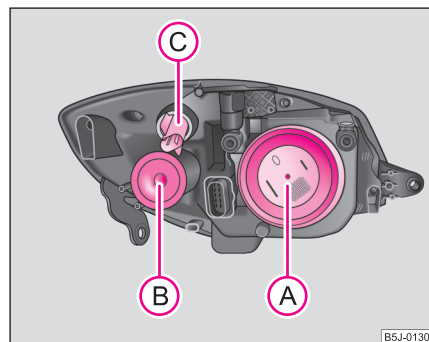

Abb. 171 Scheinwerfer vorn: Einbaulage der Glühlampen
Positionen der Glühlampen im Scheinwerfer vorn ⇒ Seite 254, Abb. 171.
- Nehmen Sie die Schutzkappe ab **A** ⇒ Seite 254, Abb. 171.
- Drehen Sie die Lampenfassung **C** nach links ⇒ Seite 254, Abb. 171 und nehmen Sie die Lampenfassung mit der Glühlampe heraus.
- Nehmen Sie die Schutzkappe ab (B) ⇒ Seite 254, Abb. 171.